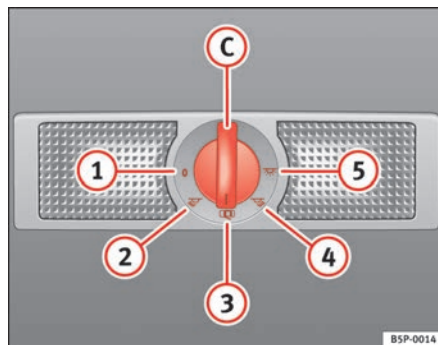

Fig. 83 Dettaglio del rivestimento interno del tetto: la luce interna e le luci di lettura posteriori
Con l'interruttore ⇒ fig. 83 C si possono selezionare le seguenti modalità:
Quando l'interruttore si trova nella posizione ⇒ fig. 83 ①, sia la luce principale che le luci di lettura sono spente.